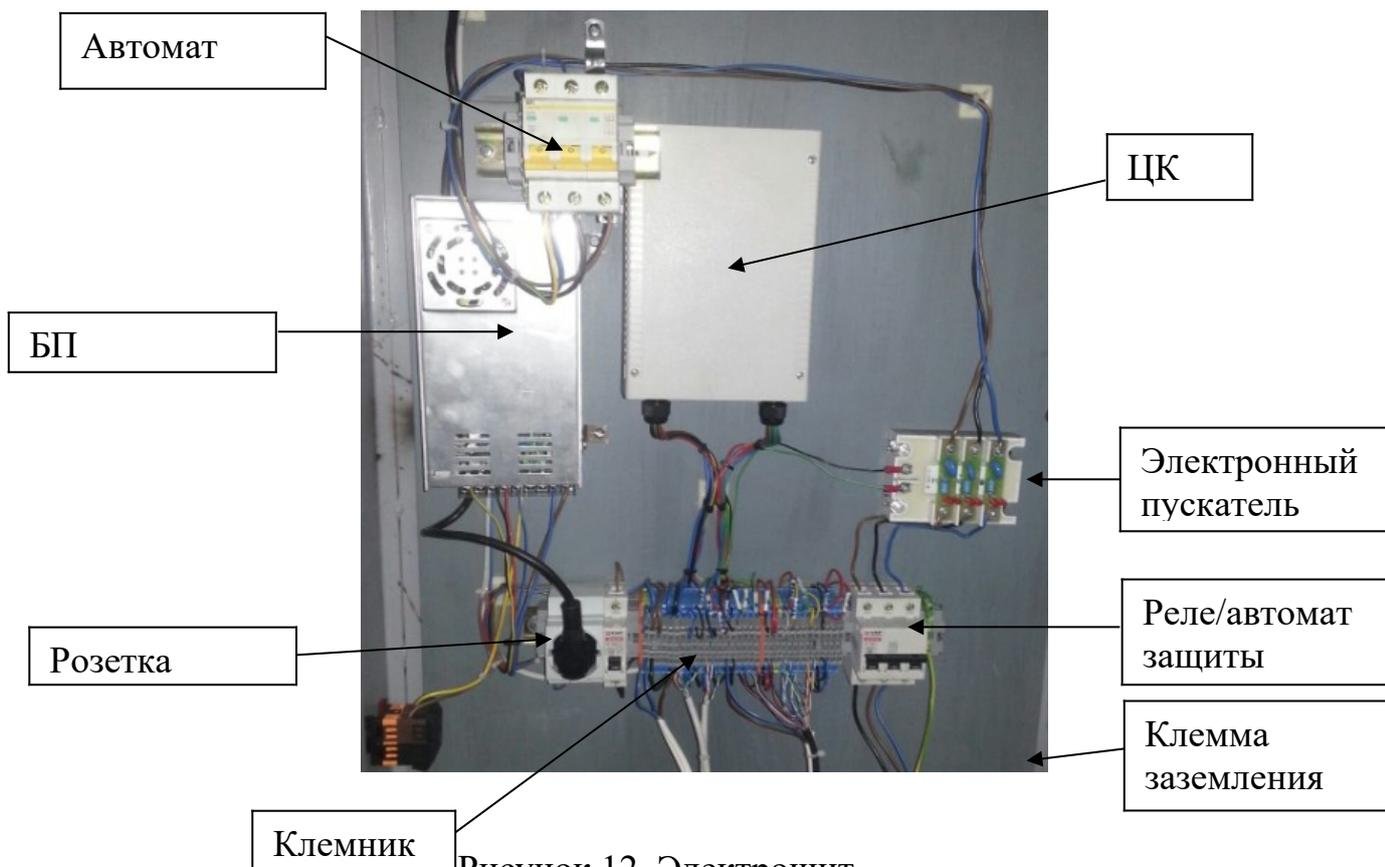

Рисунок 12–Электрощит
16.4 Автомат линии, блок питания МБ, устройство тепловой защиты, а также устройство управления БС и БИ, конструктивно установленные на электрощите (см. рисунок 12). С электрощита разведены провода ко всем устройствам линии.